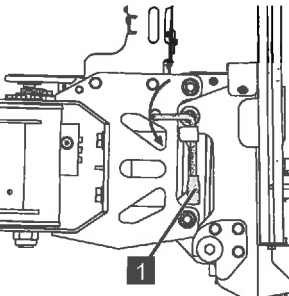

Abb. 145
4. Verriegelungsbolzen (Abb.145/1) um 90° gegen den Uhrzeigersinn drehen, bis er einrastet.